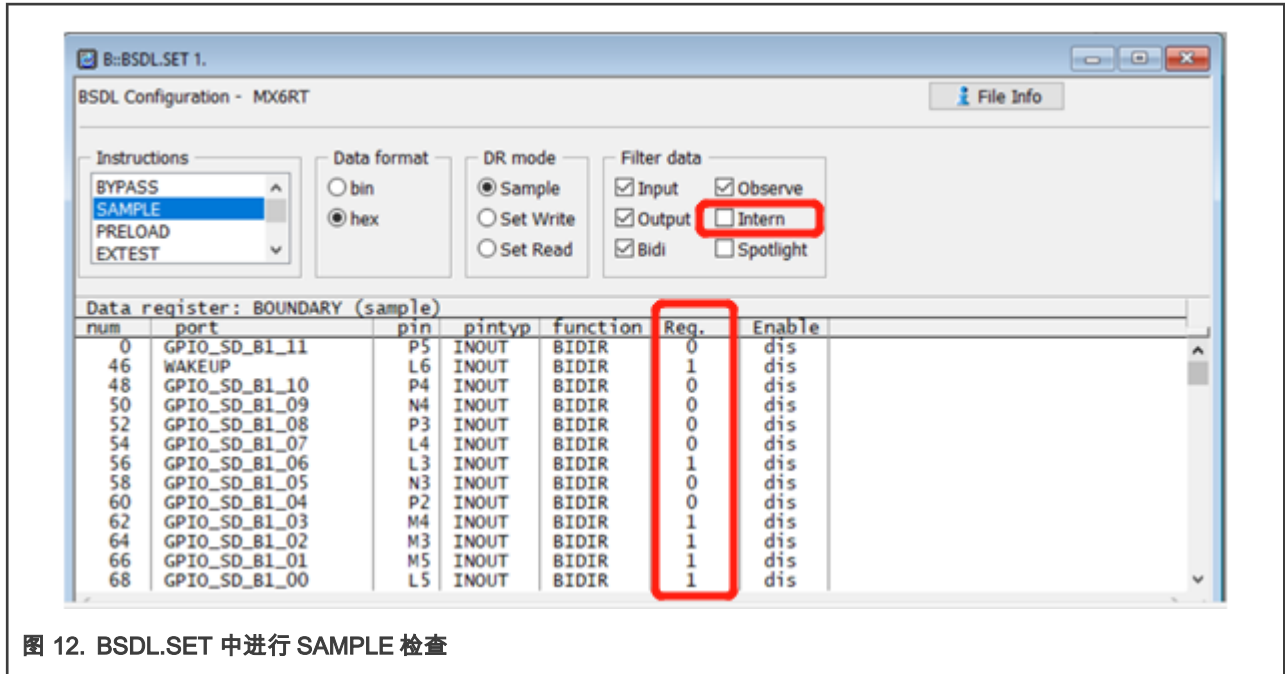

图 12. BSDL.SET 中进行 SAMPLE 检查
8. 在 BSDL.SET 窗口中，请将 **filter data** 选项中的 **Intern** 勾选删除，芯片内部的信号不需要进行测试。下面详细列出了当前验证板上芯片的每个信号引脚上的实际状态值，0 是低电平，1 是高电平。使用万用表测量 EVK 板上相应引脚的信号电压是否和 SAMPLE 中列出的值相匹配，可以多测量几个管脚相比较。图 12 是 SAMPLE 检查窗口。